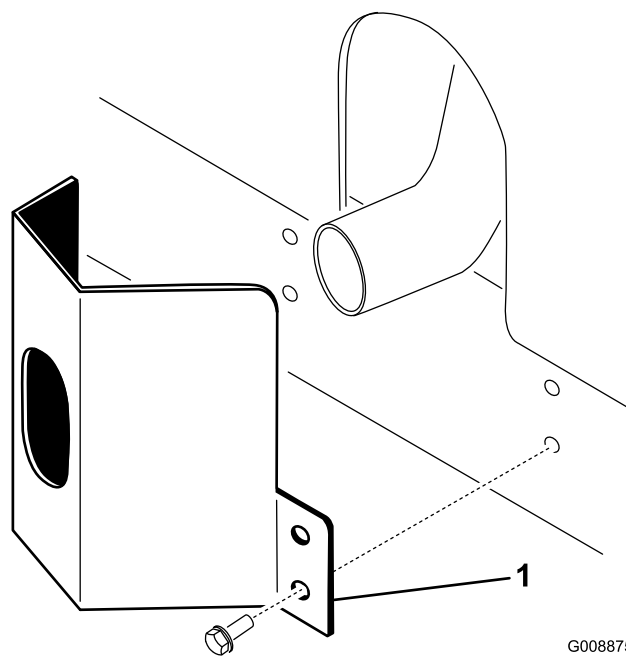

Figura 36
1. Posicione o protetor do escapamento em torno do abafador enquanto alinha os orifícios de montagem com os orifícios da estrutura (Figura 36).
2. Fixe o protetor do escapamento à estrutura com 4 parafusos autorroscantes (Figura 36).